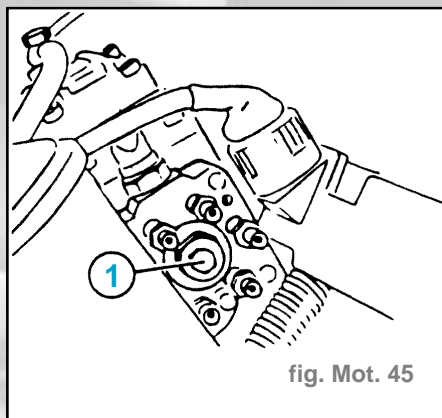

fig. Mot. 45
- Dévisser le bouchon fileté (1) (fig. Mot. 45).